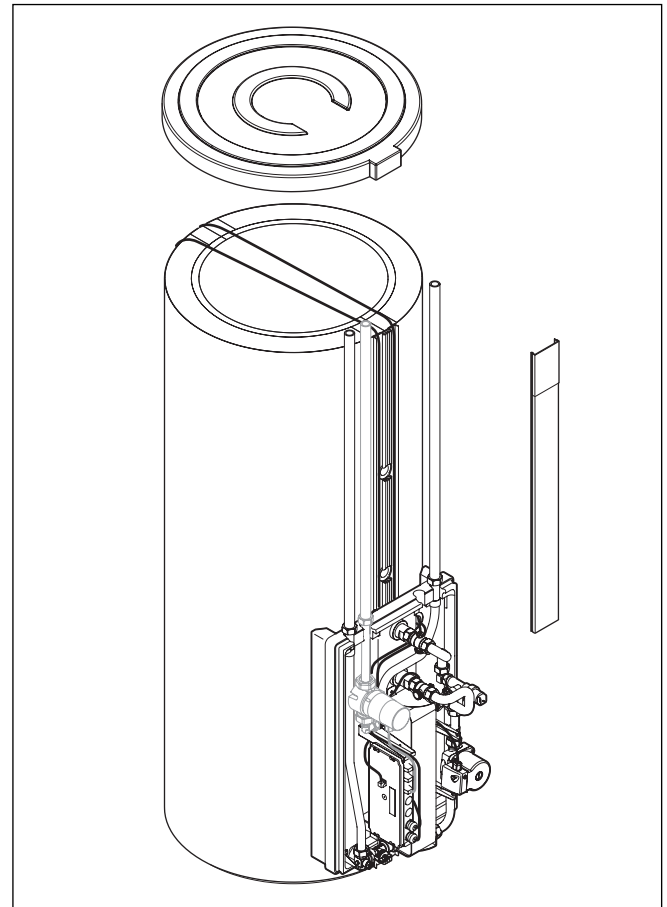
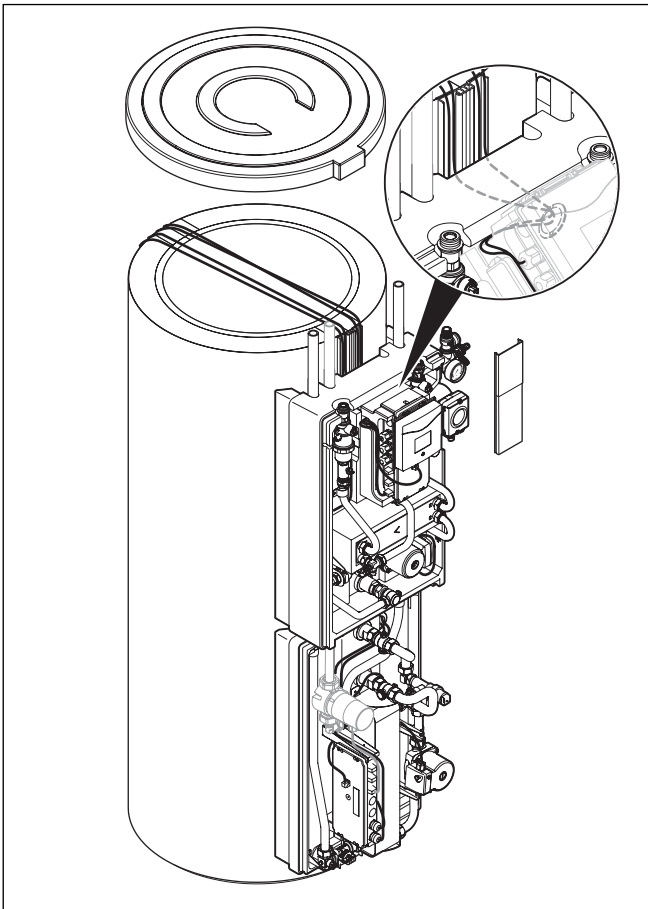

Abb. 4.8 Verlegung der elektrischen Leitungen im Kabelkanal des Pufferspeichers VPS/2, im System ohne Solarladestation
Abb. 4.9 Verlegung der elektrischen Leitungen im Kabelkanal des Pufferspeichers VPS/2, im System mit Solarladestation
- Verlegen Sie die elektrischen Leitungen im Kabelkanal vorn am Speicher (→ **Abb. 4.8**).
- Bei der Speichermontage verlegen Sie die Anschlussleitungen durch den Kabelkanal des Pufferspeichers VPS/2 bzw. durch den Kabelkanal hinter der Solarladestation. (→ **Abb. 4.8 bzw. Abb. 4.9**).